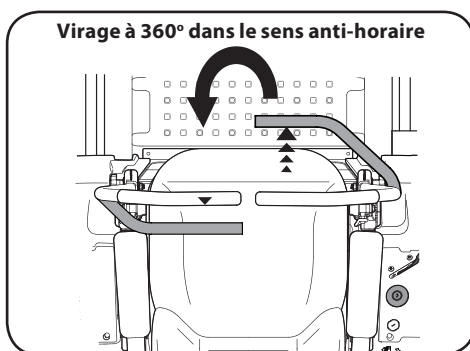

Figure 3-9
3. Pour tourner dans le sens anti-horaire, poussez la barre de conduite droite vers l'avant et tirez la barre de conduite gauche vers l'arrière. Voir Figure 3-9.